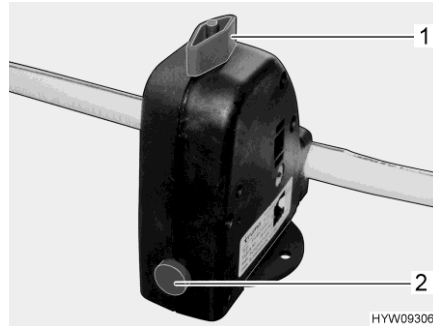

Fig. 97 Válvula de seguridad/purga (Truma)
- Cerrar la válvula de seguridad/purga (Fig. 97). Para ello, girar el botón giratorio (Fig. 97,1) a la posición transversal en referencia a la válvula de seguridad/purga y hundir el botón de presión (Fig. 97,2). A temperaturas inferiores a 6 °C, la válvula de seguridad/purga no se deja cerrar.